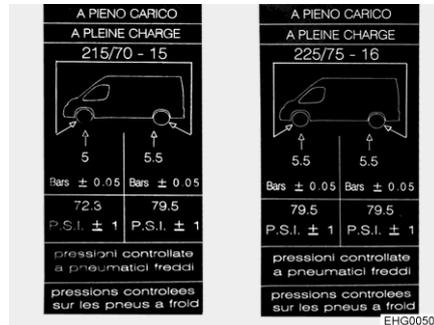

Fig. 164 Etichetta di avvertenza pressione degli pneumatici applicato su montante B (esempio)
- ▷ Le etichette con le indicazioni sulla pressione degli pneumatici richiesta sono applicate sull'interno del montante B (vedere Fig. 164).